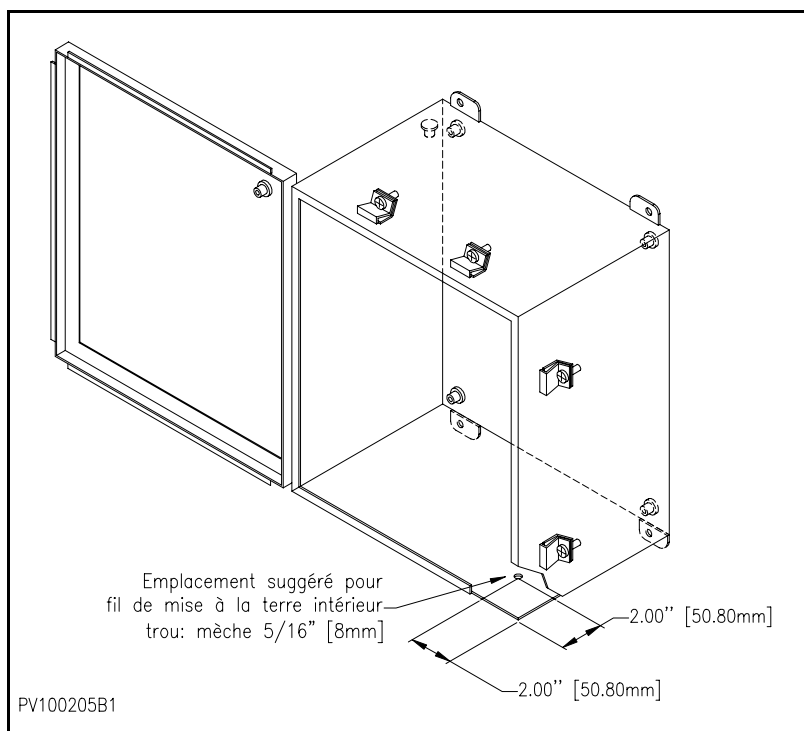

Figure 29 : Préparation pour fil de mise à la terre
2. Percer un trou pour la mise à la terre dans le boîtier de protection selon la Figure 29 : "Préparation pour fil de mise à la terre"